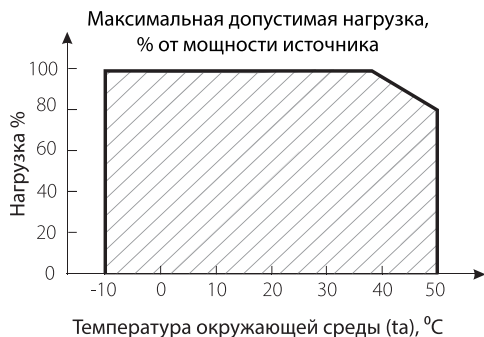

Рис. 2
- 4.3. Не нагружайте источник питания более 80% от его максимальной мощности. Учитывайте, что с повышением температуры окружающей среды, максимальная мощность источника питания снижается, см. график зависимости на *Рис. 2*.